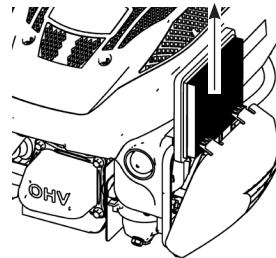

FIGURE 11C
3. Sortir le filtre à air de son logement. **VOIR FIGURE 11C.**